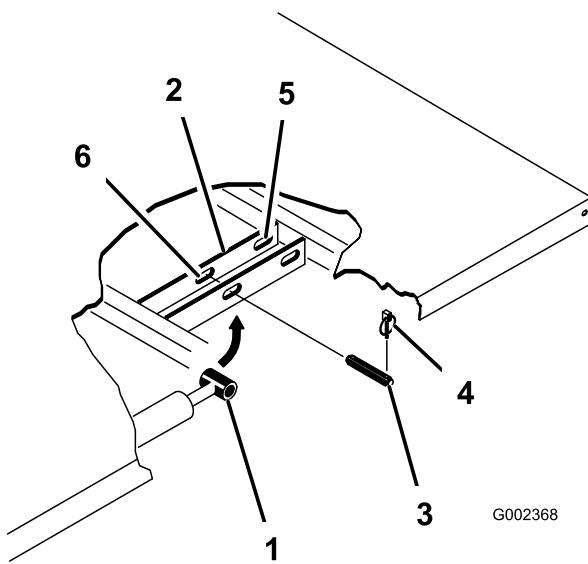

図32
- シリンダの外側端部からリンチピンを外す(図32)。
- シリンダロッドの端部を荷台取り付けプレートのスロットに固定しているクレビスピンドルを外す(図32)。
- ピボットブラケットをフレームに固定しているリンチピンとクレビスピンドルを外す(図32)。